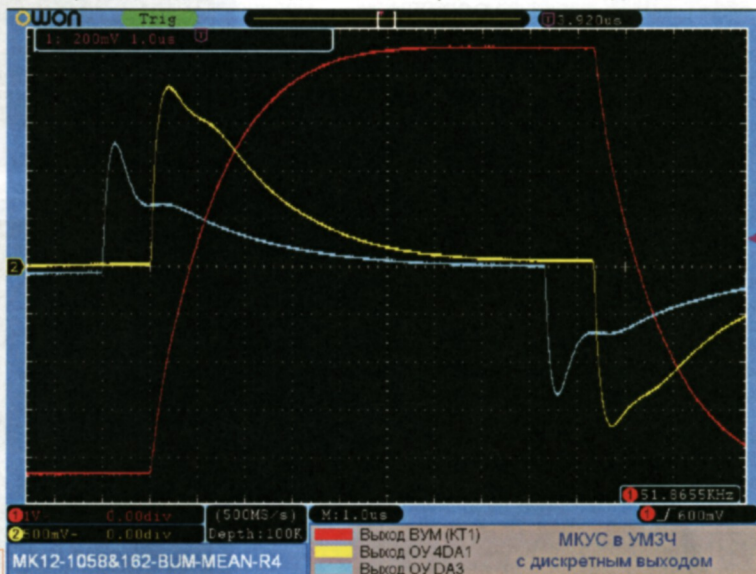

Рис. 8
Результаты измерений некоторых параметров УМЗЧ представлены осциллограммами, полученными на основе скринов (фото) с осциллографа OWON DS7102V. Сокращённые обозначения в названии конкретного графического файла (на рис. 8—15 в левом нижнем углу) характеризуют соответствующий режим измерений. Соответственно MK12 — версия усилителя, цифровой индекс 5200&1943 или 1058&162 указывает на тип выходного каскада в измеряемом усилителе, т. е. ВУМ1 (см. рис. 6) или ВУМ2 (см. рис. 7), а обозначения PUS или BUM соответствуют измерениям в блоке ПУС или ВУМ. Обозначения SIN или MEAN характеризуют режим измерений при подаче на вход УМЗЧ синусоидального сигнала (20 кГц) или сигнала "меандр" (50 кГц). Обозначения RX или R4 в конце файла характеризуют режим измерений для УМЗЧ без нагрузки (RX) или с подключённой нагрузкой сопротивлением 4 Ом (R4).